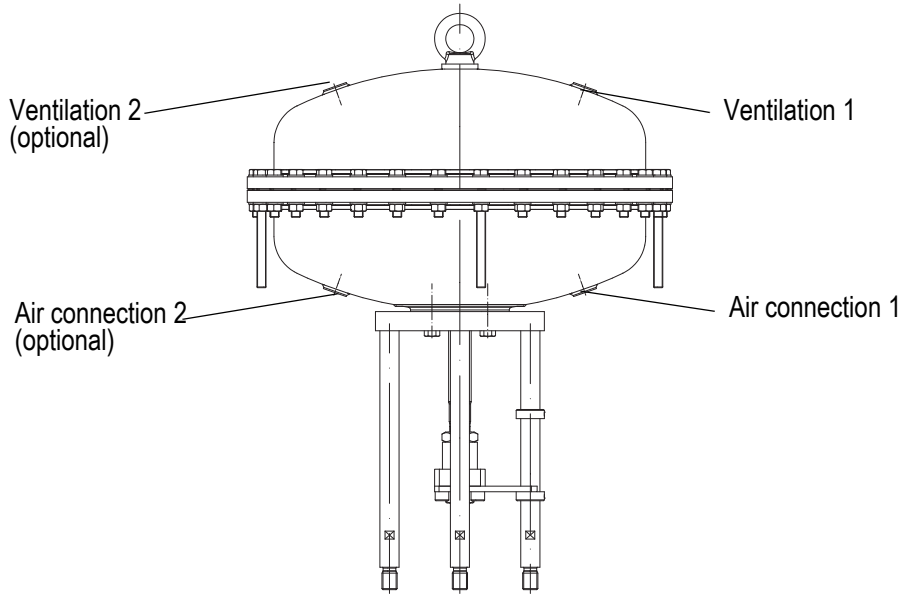
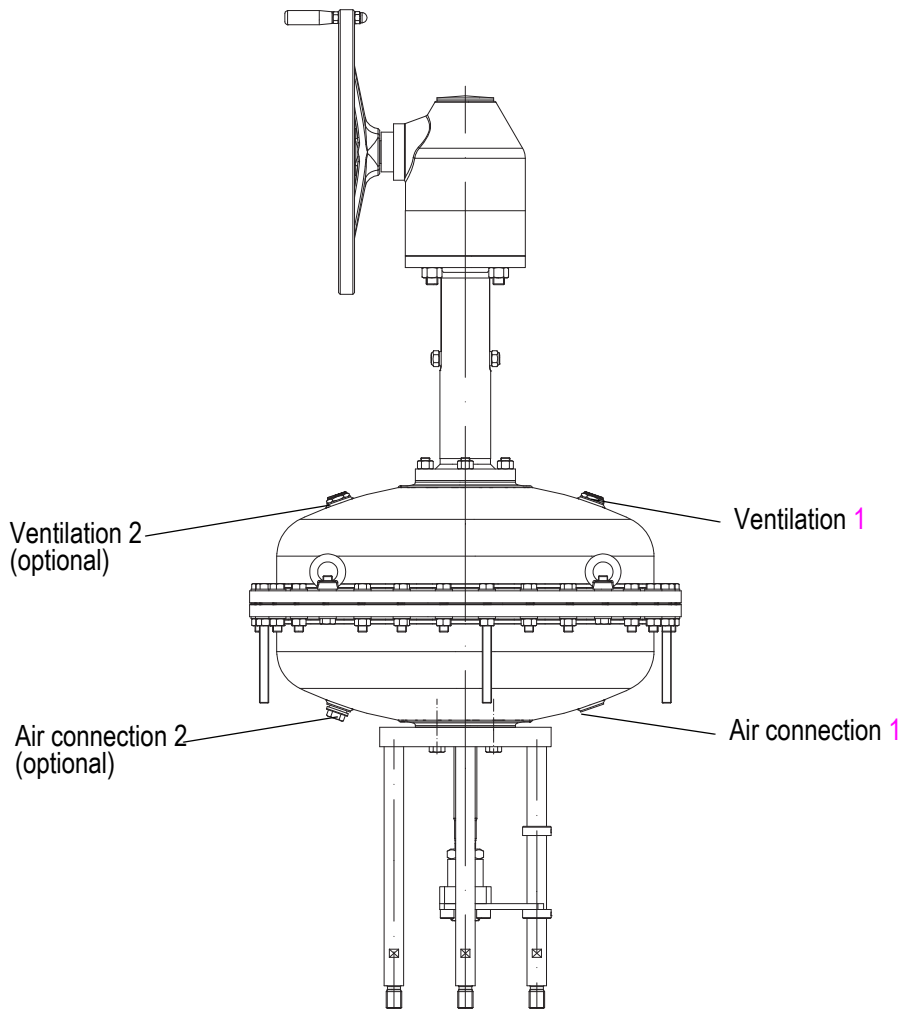

Fig. 1: DP35 „actuator stem extends by spring force“
Fig. 2: DP35 with manual emergency adjustment „actuator stem extends by spring force“
Die Stelldruck-Anschlussleitung ist bei Wirkungsweise "Antriebsspindel durch Federkraft ausfahrend" am Membranboden (an Luftanschluss 1, siehe Fig. 1), bei Wirkungsweise „Antriebsspindel durch Federkraft einfahrend" an der Membranhaube (an Luftanschluss 1, siehe Fig. 2) anzuschließen.
Check the position of the manual emergency adjustment, please refer to Fig. 2.
- Connect the control pressure line to the air connection 1 of the diaphragm base (Fig. 1) and pressure measuring equipment.